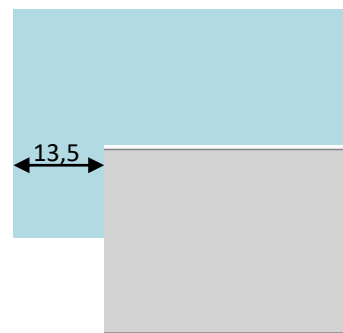

Figura 20
- Centrar los perfiles al cristal con una holgura de 4 mm por cada lado (figura 20).